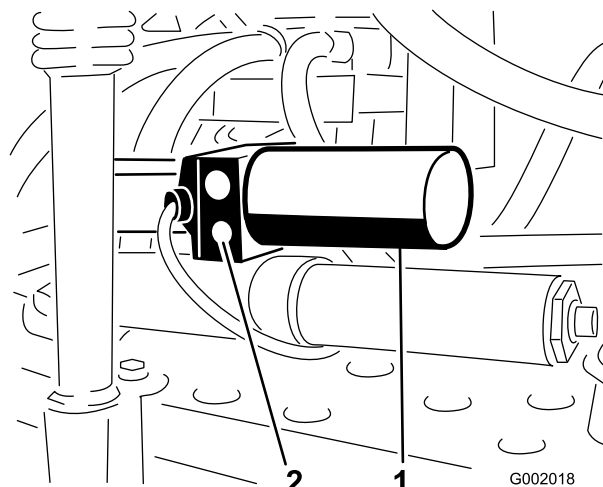

図 52
1. 各アクチュエータについている手動リリースバルブを探し出す。アクチュエータのボディの片側だけについている小さいほうのバルブが手動リリースバルブである (図 52)。